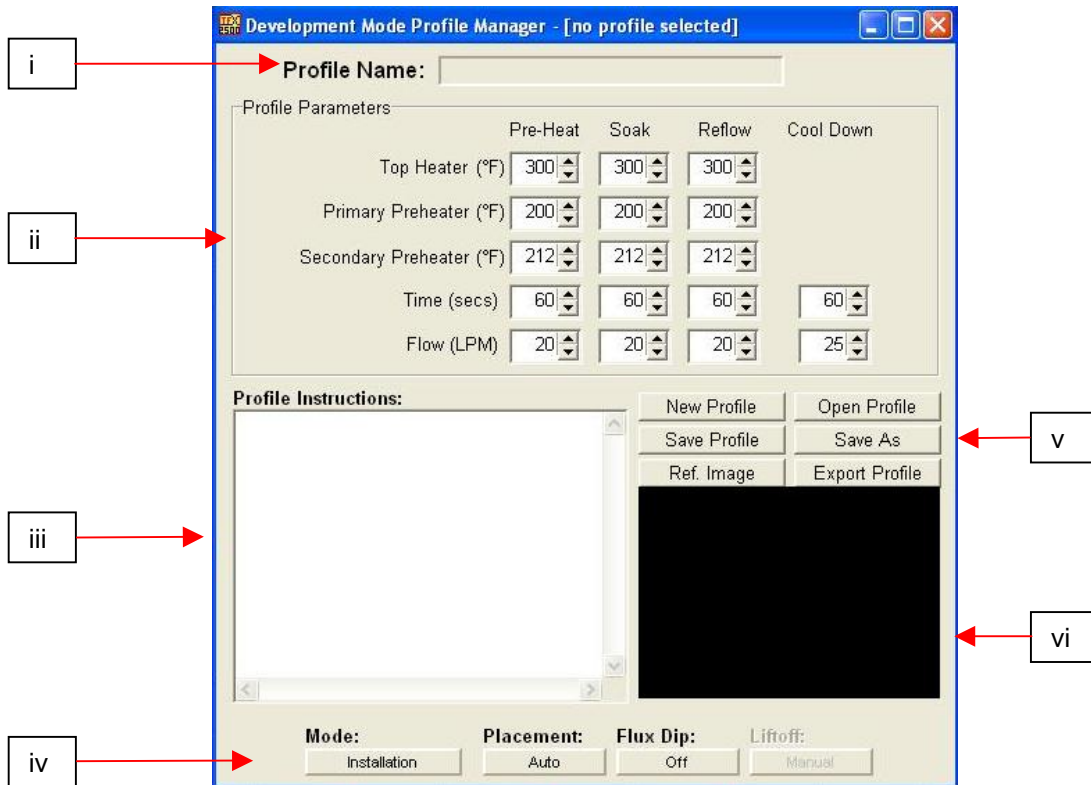

Figura 7a
j. Funzioni di gestione dei profili della modalità di sviluppo (Figura 7a)